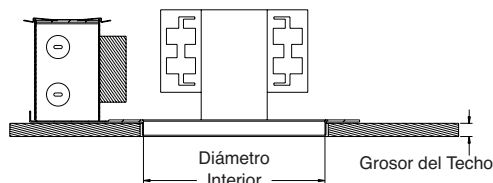

Figura 2
La compatibilidad de la sección de empalme empotrado se puede determinar midiendo la sección de empalme empotrado como se muestra en la Figura 2.
Paso 1. Determine cuál clip de fricción se debe utilizar. Se han proporcionado dos tipos de clips de montaje de fricción ("A" y "B", 3 de cada uno) para los diferentes rangos de apertura de retroadaptación. Esto es para asegurar la mejor retención del accesorio al instalar el ensamblaje del borde del reflector. Al usar los clips de montaje de fricción, por favor vea la Figura 5 para el rango del diámetro interior de la apertura del clip de fricción correcto. El diámetro interior de la apertura se puede determinar midiendo la sección del empalme empotrado como se muestra en la Figura 2 en la página anterior.